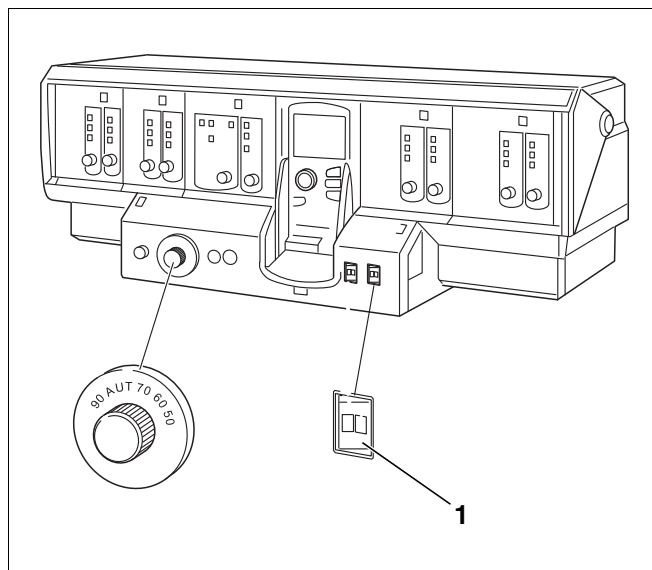

Fig. 49 Esempio Logamatic 4311
- Mettere l'interruttore di esercizio (fig. 49, [1]) dell'apparecchio di regolazione in posizione "0".